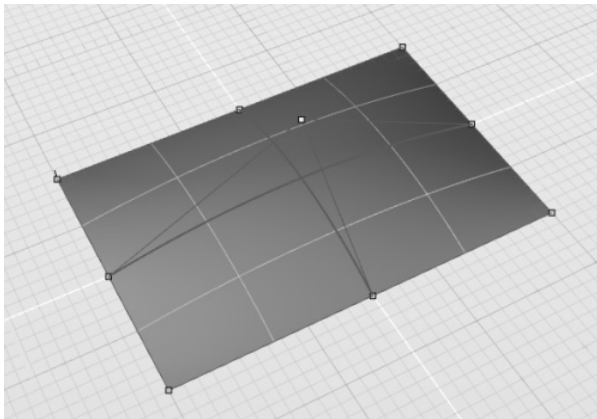

图 4-6 调整 U 方向和 V 方向的阶数
4) 再次切换到“编辑参数”模式, 将“U 向阶数”和“V 向阶数”的值分别设置为“3”, 此时 NURBS 曲面上呈光顺过度, 如图 4-6 所示。